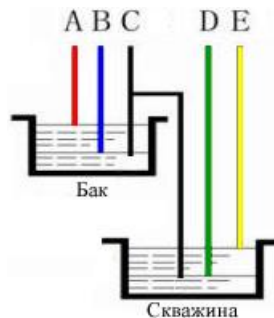

Рис. 5
- 6.3. Поместите датчики в резервуар с водой, как показано на рис. 5. Уровень С (общий) в баке и скважине должен находиться ниже уровней В и D соответственно.